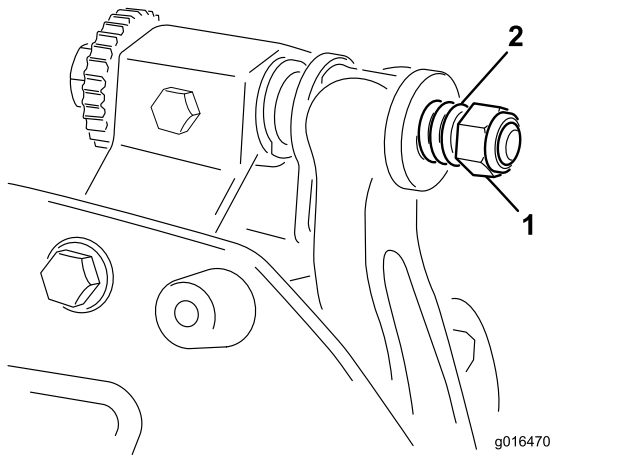

Figura 17
6. Serrate il dado di tensione della molla finché la molla non si schiaccia, quindi allentate di 1/2 giro (Figura 17).